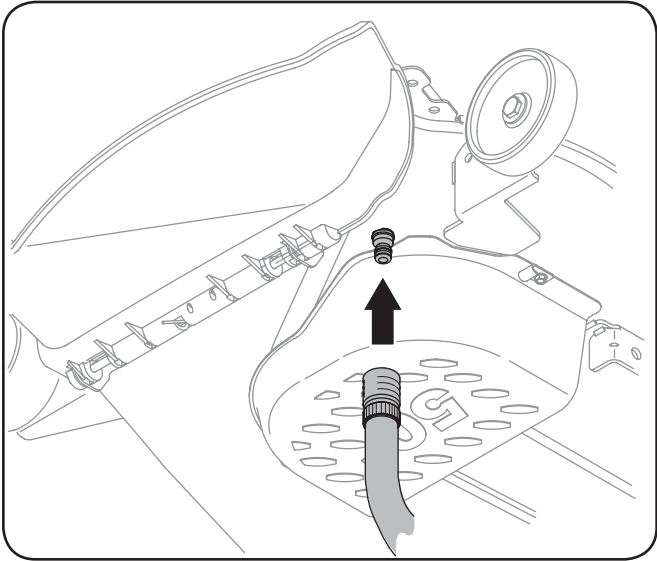

Figure 6-3
Chacune des axes de roue avant et jantes comporte un raccord graisseur. Voir la Figure 6-3. Appliquez une graisse polyvalente no 2 avec un pistolet graisseur toutes les 25 heures d'utilisation du tracteur.
4. Attachez le raccord pour boyau d'arrosage à l'orifice aménagé sur la surface du plateau de coupe. Voir la Figure 6-3.